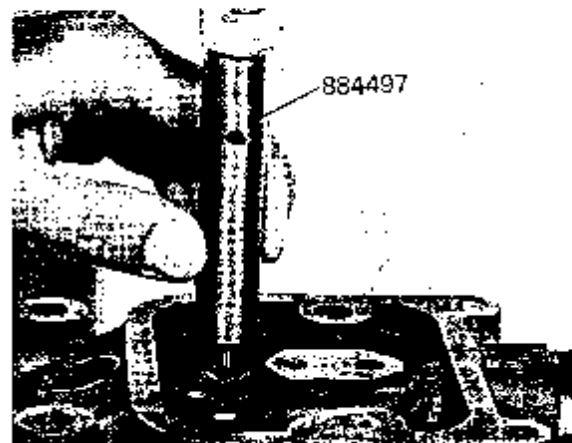

Abb. 15 Einbau des Dichtringes für das Einlaßventil
1. Die neuen Dichtringe für die Einlaßventile einölen. Den Stift für das Werkzeug 884497 in der Führung anbringen. Den Dichtring über den Stift führen und den Ring mit Hilfe der Hülse vorsichtig einschlagen (siehe Abb. 15). Wenn der Stift den Boden der Hülse erreicht, befindet sich der Ring auf seinem Platz.